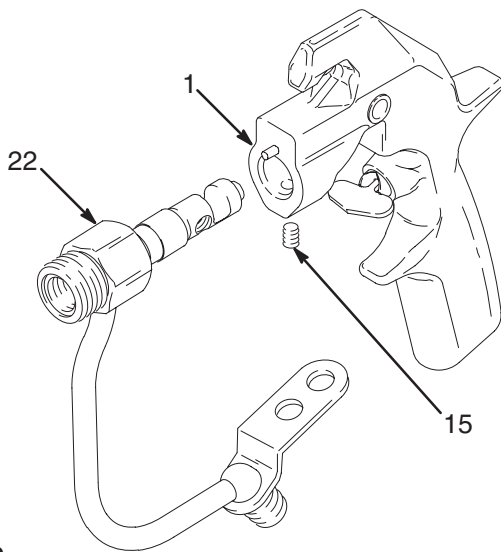

Fig. 10
6. Desserrer la vis de réglage (15). Retirer le corps du tuyau de fluide (22) du corps du pistolet (1). Voir Fig. 10.